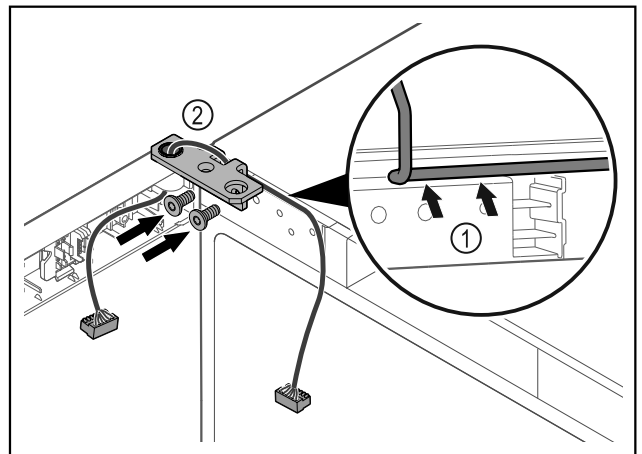

Fig. 39
- ▶ Kabel durch die Ausparung des Scharnierwinkels führen und vorsichtig verlegen Fig. 39 (1).
- ▶ Scharnierwinkel Fig. 39 (2) anschrauben.